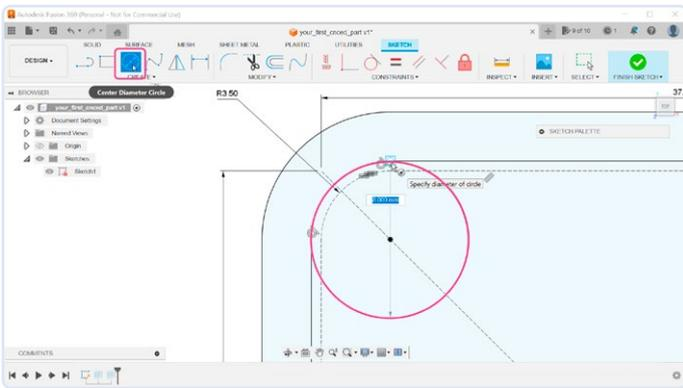

Bild 9. Positionierung der Mitte eines Schraubdoms.
9) Das Drehgebermodul soll auf irgendwelchen Stützen stehen, und es wäre schön, wenn diese Stützen Löcher für Schrauben hätten (Schraubdome). Für diese Stützen benötigen wir einen weiteren *Sketch*, aber anstatt einen neuen zu erstellen, können wir auch die vorhandene Skizze verwenden. Um in den Bearbeitungsmodus zurückzukehren, doppelklicken Sie im Browserfenster auf das Element *Sketch*. Die Löcher in der Platine haben einen Durchmesser von 3 mm und die Stützen müssen entsprechend größer gemacht werden. Um die spätere Herstellung des Gehäuses zu erleichtern, sollten wir sie so groß machen, dass sie die Wände des Gehäuses berühren. Wählen Sie das Werkzeug *Center Diameter Circle* aus der Werkzeugleiste und zeichnen Sie einen Kreis in der oberen linken Ecke, der so groß ist (8 mm Durchmesser), dass er die Innenseite der Gehäusewand berührt (Bild 9).